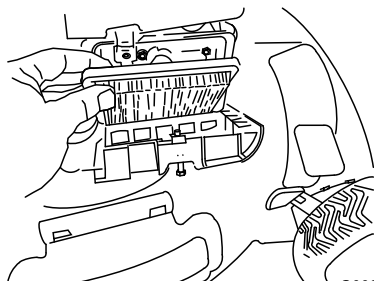

Figure 35
3. Remplacez le filtre à air (Figure 35).